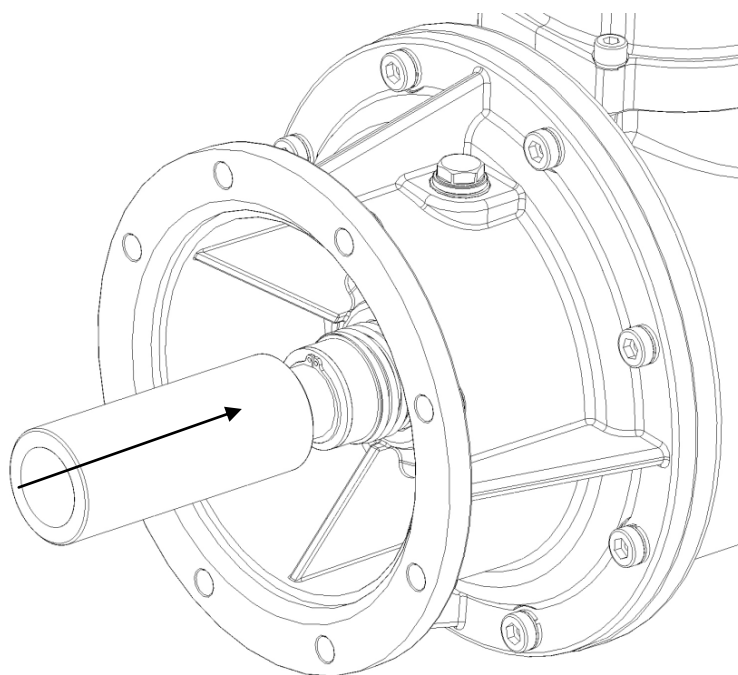

Abbildung 24: Einbausituation MG 12/30 im Ölgehäuse
- Mit der Montagehülse wird auf den Sicherungsring gedrückt und zusammen mit der Stützscheibe die Feder der Gleitringdichtung so weit gespannt, bis man das Einrasten des Sicherungsringes in der Nut hört (Abbildung 24).